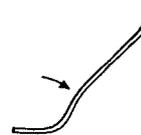

BILD 3
(8) Der Oberschenkel-Streckermuskel greift hinten am Becken an, das dadurch beim Treten nach hinten gedreht wird (Katzenbuckel bei Rennradlern). Dadurch wird der Beugungswinkel des Körpers nicht ausgenutzt und Haltearbeit von Rückenmuskeln verschonkt. Beim Liegerad ist es deshalb günstig, die Sitzlehne an der Oberkante des Beckens ca. 20 cm über der Sitzfläche zu verstärken und nach vorne zu knicken (Bild 3). Auch ist so durch ein gewisses "Einrasten" ein Sich-Herausdrücken aus dem Sitz schlechter möglich.
(9) Es gibt ungünstige Körperhaltungen: Abstützung des Oberkörpers auf dem Lenker oder Ziehen am Lenker gegen die Tretkraft, Gegendrücken der Wirbelsäule gegen Rennfahrer-Katzenbuckel, in-den-Nacken-legen des Kopfes bei Rennhaltung. Und beim Liegerad: Aufrechterhalten der Schulterpartie bei zu niedriger Rückenlehne. Armhaltung beim obenliegenden Lenker, auf-den-Pedalen-halten der Füße. Hier müssen Muskeln STATISCHE HALTEARBEIT leisten, die von der zum Antrieb zur Verfügung stehenden Leistung abge-